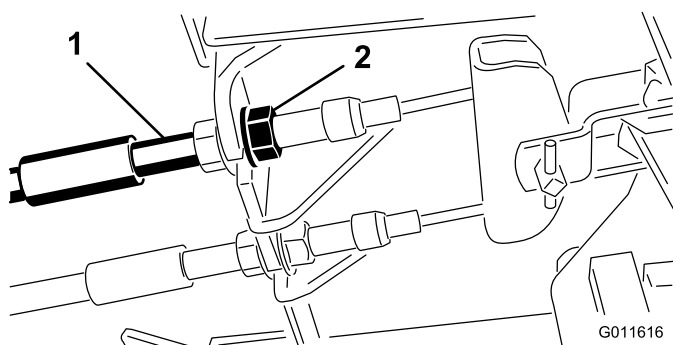

Figura 44
1. Para reduzir a folga dos pedais dos travões, aperte os travões desapertando a porca dianteira que se encontra na extremidade rosca do cabo dos travões (Figura 44).